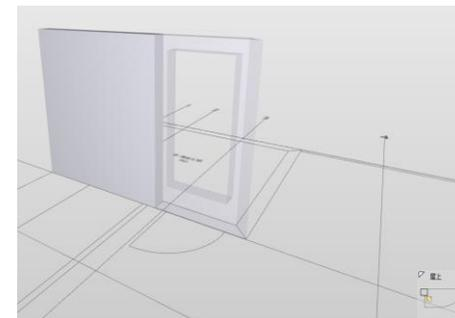

図 67. 壁の干渉
- 6) 案件をダブルクリックすると案件のコンポーネントが拡大表示され、ハイライトされます。もし、近すぎる場合は 3D ビューのツールバーから「ズームアウト」を選択します。（図 67 を参照）